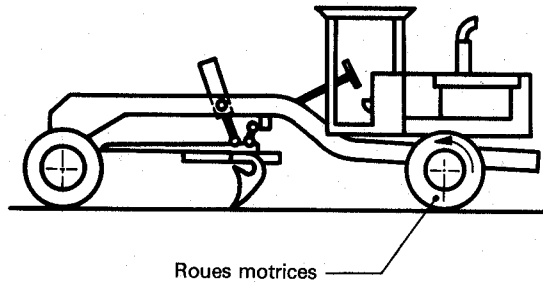

Figure 12 — Niveleuse à deux roues motrices
5.1.5.1 Deux roues motrices (voir figure 12)